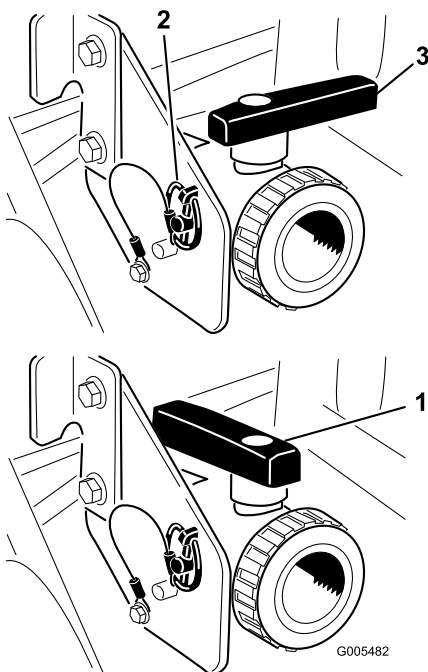

Figura 26
Utilice la manija de vaciado del depósito para vaciar el depósito cualquier material no utilizado, y elimine dicho material de acuerdo con la normativa local y las indicaciones del fabricante del mismo (Figura 26). Tras el vaciado, retire los pasadores de seguridad del soporte que fija la válvula de vaciado a la máquina y deje la válvula en el suelo. Así conseguirá vaciar todos los residuos existentes en la línea.
3. Cuando el depósito se haya vaciado, instale la válvula en el bastidor montando el pasador de seguridad previamente retirado y cierre la válvula de vaciado (Figura 26).